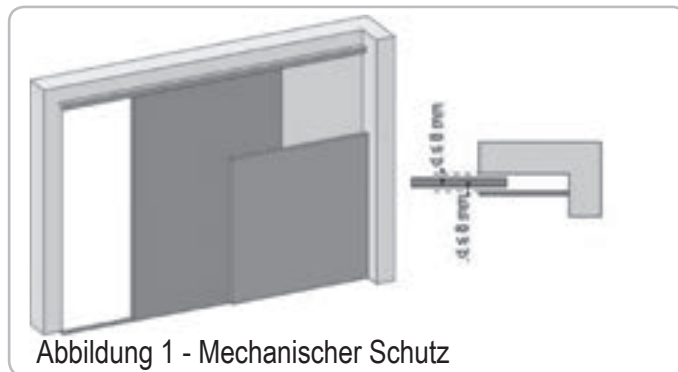
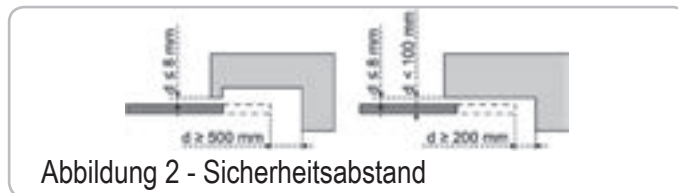

Abbildung 1 - Mechanischer Schutz
Abbildung 2 - Sicherheitsabstand
ZONE 2* Quetschgefahr an einem angrenzenden festen Bauteil	Hinderniserkennung durch den Antrieb. Es muss unbedingt geprüft und festgestellt werden, dass die Grenzwerte der Betriebskräfte und Reversierungszeiten gemäß Anhang A der Norm EN 12 453 eingehalten sind. Schutz durch eine mechanische Vorrichtung (siehe Abbildung 1) oder durch Sicherheitsabstände (siehe Abbildung 2)
2.1 Lieferumfang - Abb. 1
2.2 Anwendungsbereich - Abb. 2
Torart (Abb.2)